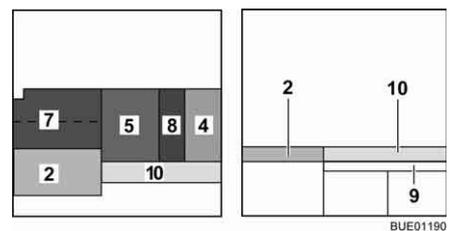

Bild 117 Nach dem Umbau (Sonderausstattung)
- Die Bettverbreiterung (Bild 117,9) in die Aufnahmen an den Sitztruhenaufhängen (Sonderausstattung).
- Das Zusatzpolster (Bild 117,10) auf die Bettverbreiterung legen (Sonderausstattung).